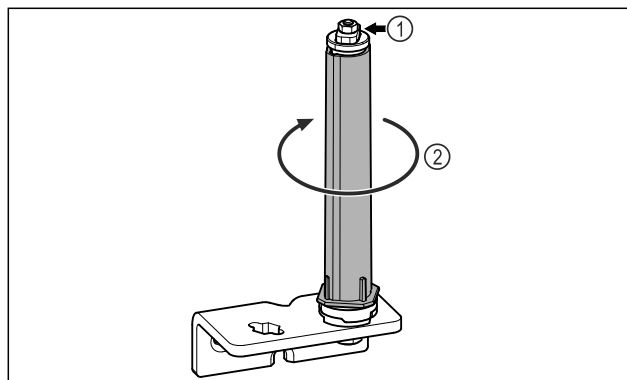

Fig. 18
- Türschließsystem Fig. 18 (1) nicht zerlegen.
- Schließsystem Fig. 18 (2) drehen, bis es klickt.